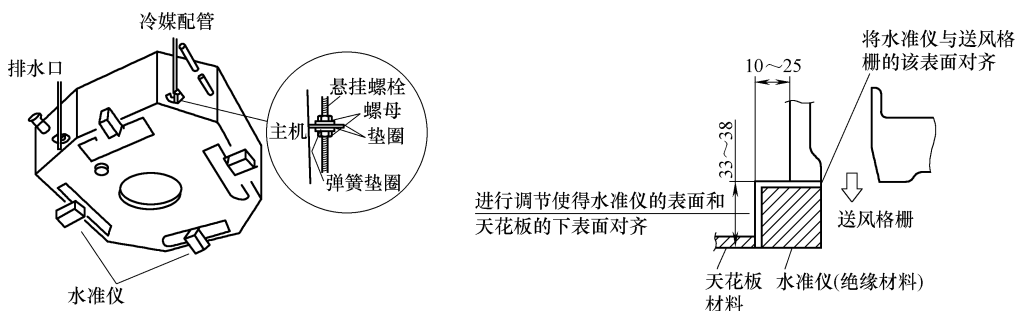
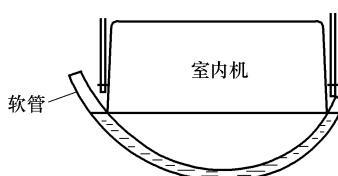

图 3-13 三菱四向嵌顶式室内机悬挂安装位置示意图
图 3-14 三菱四向嵌顶式室内机安装水平度检测示意图
3. 悬挂吊装 (图 3-13 和图 3-14)
6) 使用装有水的透明管子检查机器的水平度（机器底部的允许高度差在3mm以内），如图3-14所示。